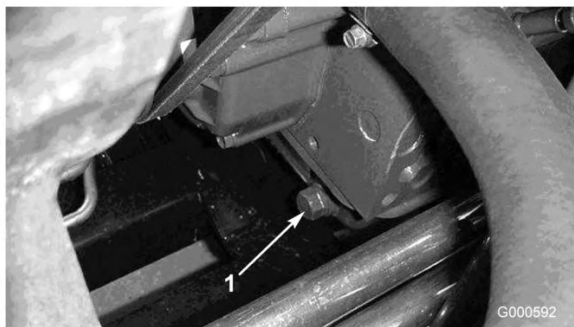

Figura 35
1. Togliete il tappo di spurgo posteriore (Figura 35) e lasciate defluire l'olio in una bacinella. Quando l'olio cessa di defluire, rimontate il tappo.